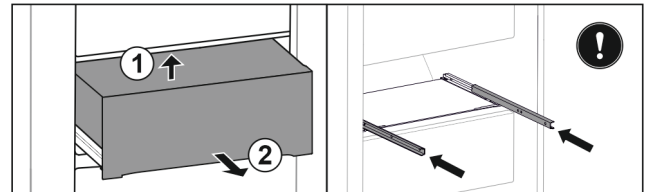

Fig. 49
- ▶ Lade van onderen achter optillen. Fig. 49 (1)
- ▶ Lade naar voren toe verwijderen. Fig. 49 (2)